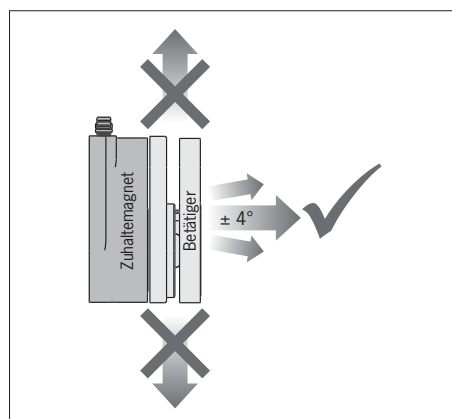

Bild 1: Anfahrriechung
- ▶ Beim Öffnen der Schutztür muss der Betätiger frontal vom Zuhaltemagneten weggeführt werden (siehe Bild 1).